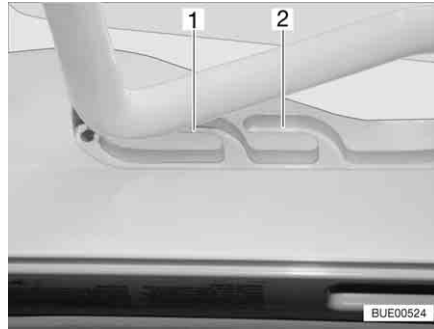
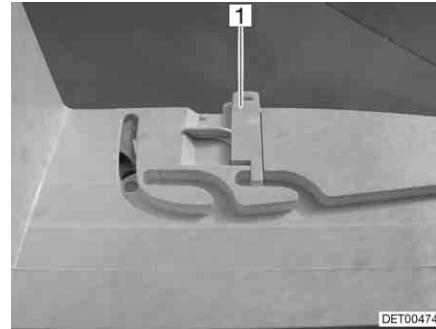

Bild 68 Heki-Dachhaube in Lüftungsstellung
Bild 69 Verriegelung Lüftungsstellung
Die Heki-Dachhaube kann in zwei Lüftungsstellungen gebracht werden: Schlechtwetterstellung (Bild 68,1) und Mittelstellung (Bild 68,2). Je nach Modell kann die Dachhaube in der Mittelstellung mit den beiden Riegeln (Bild 69,1) links und rechts am Rahmen der Dachhaube verriegelt werden.
- Den Bügel leicht nach oben drücken und in die gewählte Führung (Bild 68,1 oder 2) schieben und ggf. verriegeln.